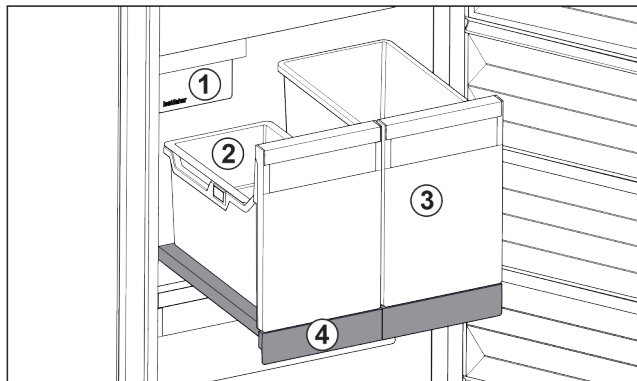

Fig. 103 Выдвижная панель с IceTower
- (1) IceMaker
- (2) Подвесной лоток для кубиков льда
- (3) Контейнеры для пиццы, алкогольных напитков
- (4) Выдвижная панель
На выдвижной панели находятся два высоких контейнера (IceTower). В контейнере Fig. 103 (2) собираются и хранятся кубики льда из IceMaker. Контейнер Fig. 103 (3) подходит для хранения высоких продуктов, таких, как пицца или алкогольные напитки.